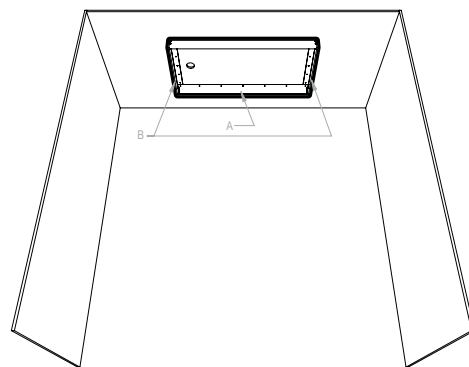

Figure 5B
- Installation par le longeron (Fig.5B)
7. Fixer au plafond les deux pièces adjacentes (Fig.5B) à l'aide de vis no8 (non fournies) en s'assurant de la perpendicularité des pièces. Utiliser tous les trous prévus à cet effet. L'utilisation d'une équerre ou d'un laser (non fournis) peuvent être nécessaires.